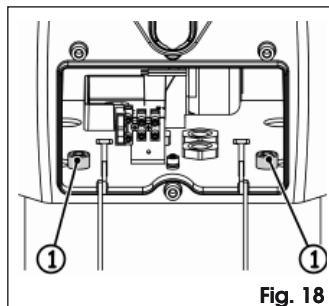

Fig. 18
7. Aprire nuovamente il vano centrale ed avvitare le altre due viti, Fig. 18 rif. ①.